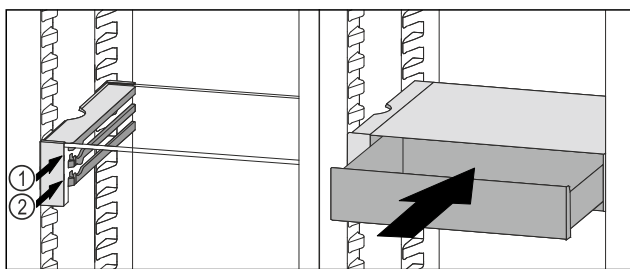

Fig. 63
- ▶ VarioSafe-Schubfach hinter den Stopperrn auf gewünschter Rippe Fig. 63 (1) oder Fig. 63 (2) aufsetzen.